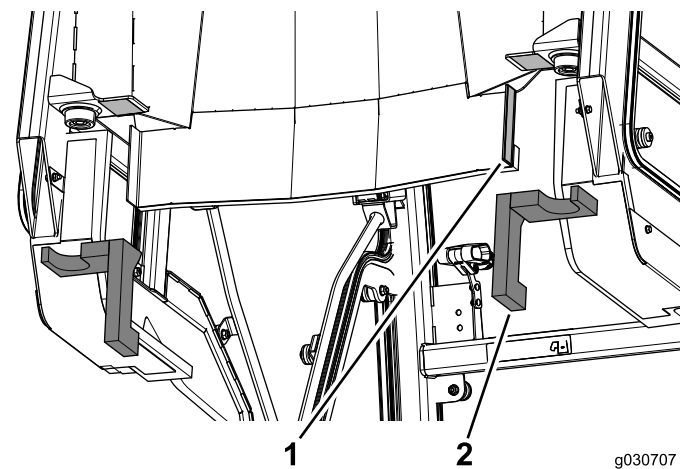

図 14
1. キャブユニットの後部の両面テープから裏紙をはがす 図 14。
2. キャブユニットに後部側面用シールを取り付ける 図 14。